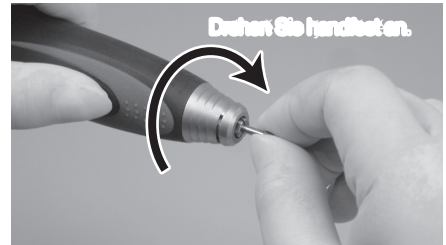

Abb.10
- (3) Spannfutter einsetzen und einstellen Vor dem Einsetzen dünn Öl auftragen. Den Ring öffnen, Testbohrer nebo gerade verwendeten Bohrer in das Spannfutter setzen und dann das Spannfutter von Hand im Uhrzeigersinn drehen, bis es stoppt. Dann den Ring verriegeln; das Spannfutter kann den Bohrer sicher festhalten. (Abb. 10)